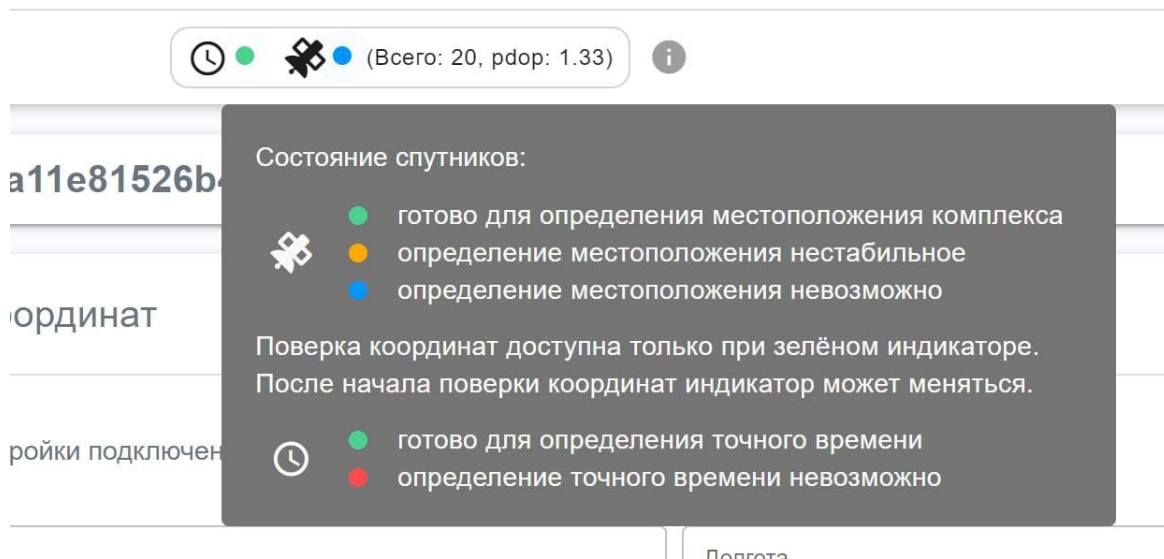

Рисунок 3 – Расшифровка цветовой индикации
6.4.5. Для просмотра расшифровки цветовой индикации необходимо навести курсор на значок информации в верхней части интерфейса. (см. рисунок 3).
6.7.4.2. Для проверки времени с помощью осциллографа, подключить канал осциллографа к разъему X5 БИ (см. рисунок 3 РУБС.411739.006 ИСТК) с помощью кабеля, входящего в комплект Системы.